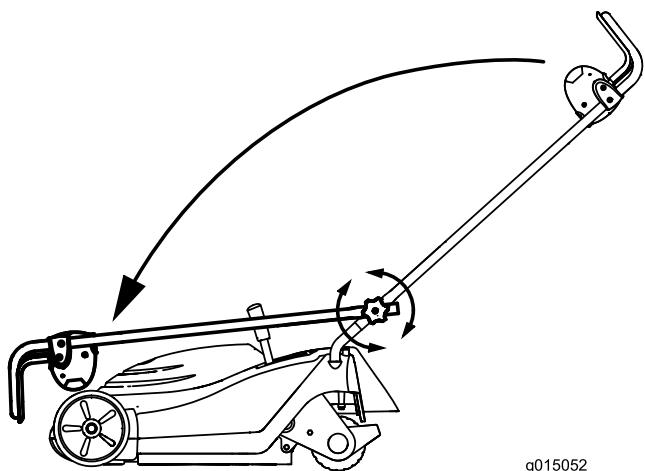

Bild 21
- Klappen Sie den Bügel zusammen, wie in Bild 20 und Bild 21 dargestellt (abhängig vom Modell).